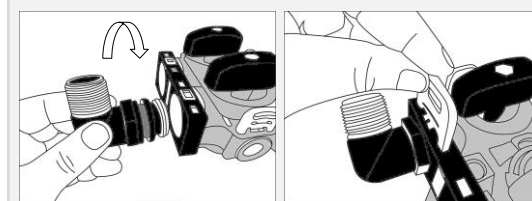

Fig 3
- Remarque:** Pour changer le raccord, retirez simplement les clips de verrouillage à la main et retirez le raccord. Insérer le nouveau raccord et réinstaller le clip de verrouillage (fig 3).